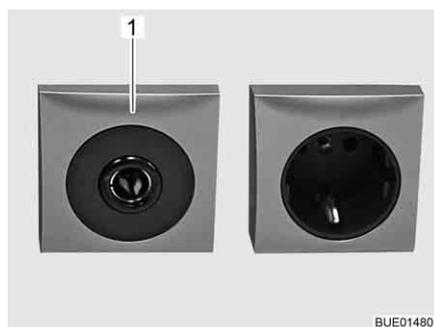

Fig. 128 Tomada de 12 V/10 A
- ▷ Nas tomadas (Fig. 128,1) de 12 V da rede elétrica ligue unicamente aparelhos com um máximo de 10 A.